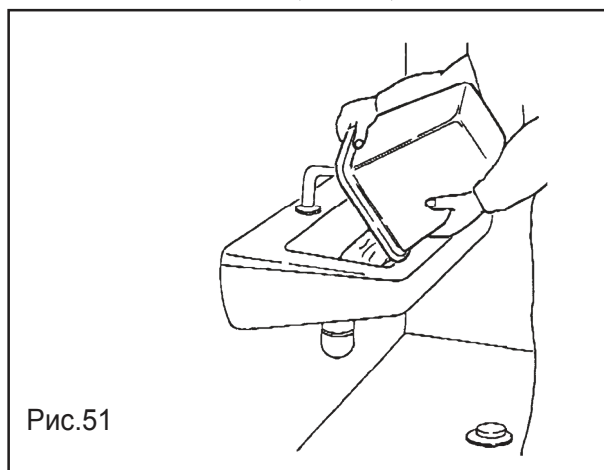

Рис.51
- слить жидкость из поддона, вымыть его и/или заменить его (Рис. 51).